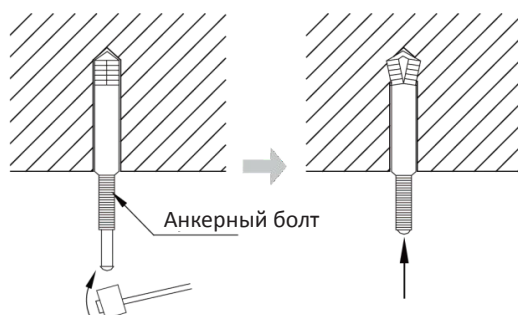

Рис. 4.1.4
2) Вставить анкерный болт M10 в отверстие; забить втулку в болт – см. на рис. 4.1.4.